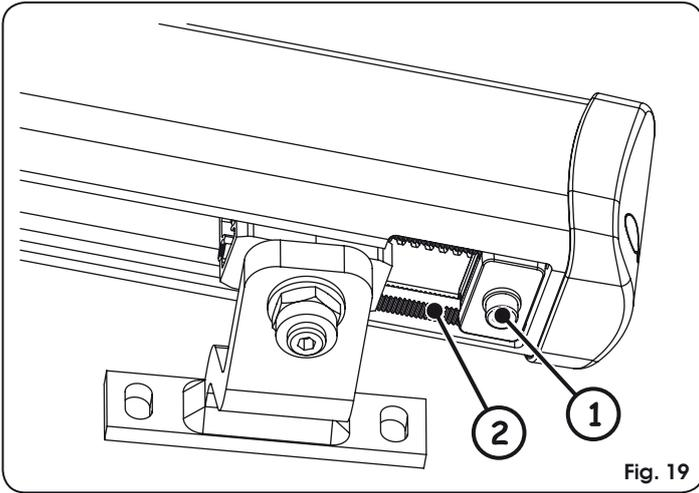

Fig. 19
⚠ L'arrêt mécanique travaille accouplé à un secteur denté, Fig. 19 réf. ②; en cas d'empêchements durant l'actionnement, s'assurer que l'accouplement est libre. NE PAS FORCER.